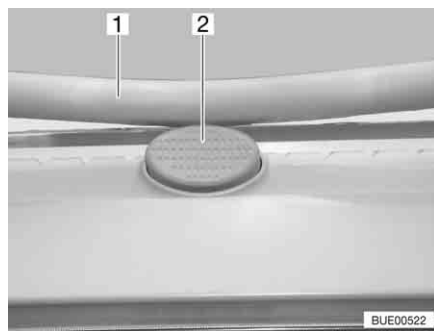

Fig. 87 Botón de seguridad en la claraboya Heki
- Pulsar el botón de seguridad (Fig. 87,2) y tirar la horquilla (Fig. 87,1) hacia abajo con ambas manos.
- Presionar el estribo hacia arriba con ambas manos hasta que la horquilla se encuentre encima del botón de seguridad (Fig. 87,2).